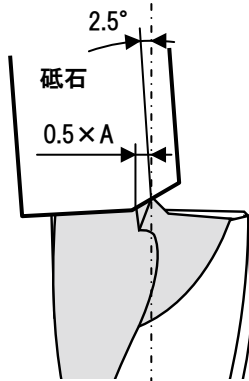

図3(Y視)
3. 砥石を2.5°傾けます(図3)。砥石のコーナーがドリル中心から0.5 × Ammの位置に来るように設置します(図3)。